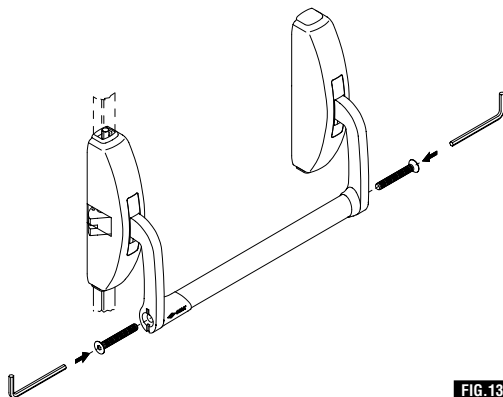

FIG. 13
- 12) Montare la barra fra le due leve, verificare che i due tappi di raccordo siano bene a contatto con le rispettive staffe avvitare con forza le viti da $M5 \times 70$ sui fori delle staffe con una chiave esagonale da 5 mm per bloccare la barra (fig. 13).
- 12) Mount the bar between the two levers, check that the two connection plugs are fitting snugly with their respective casings, screw in well the $M5 \times 70$ screws into the holes of the casings with a 5 mm Allen key to block the bar (Fig. 13).
- 12) Monter la barre entre les deux leviers, vérifier que les deux bouchons de raccord sont bien au contact des brides respectives, visser à fond les vis $M5 \times 70$ sur les trous des brides avec une clé hexagonale de 5 mm pour bloquer la barre (fig. 13).
- 12) Coloque la barra entre las dos palancas; verifique que las dos tapas de unión estén en contacto correctamente con las respectivas abrazaderas. Enrosque con fuerza los tornillos $M5 \times 70$ en los orificios de las abrazaderas, con una llave hexagonal de 5 mm, para bloquear la barra (Fig. 13).
- 12) De duwstang tussen de twee beugels monteren, controleren dat de twee aansluitdoppen goed op de beugels aansluiten, en de stang bevestigen door de schroeven $M5 \times 70$, met een 5 mm bussleutel, volledig in de gaten van de beugels te schroeven (afb. 13).
- 12) Die Stange zwischen den beiden Hebeln einsetzen, dabei kontrollieren, ob die beiden Verbindungsdeckel einwandfrei in den entsprechenden Bügel sitzen, dann die Schrauben $M5 \times 70$ mit einem 5-mm-Sechskantschlüssel auf den Bohrungen der Bügel fest anziehen, um die Stangen zu blockieren (Abb. 13).